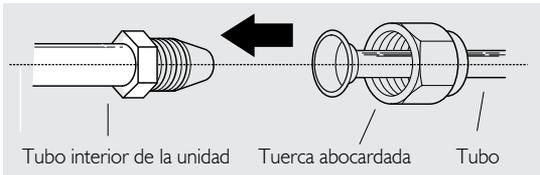

Figura 39
1. Alinee el centro de los dos tubos que conectará. Ver Figura 39